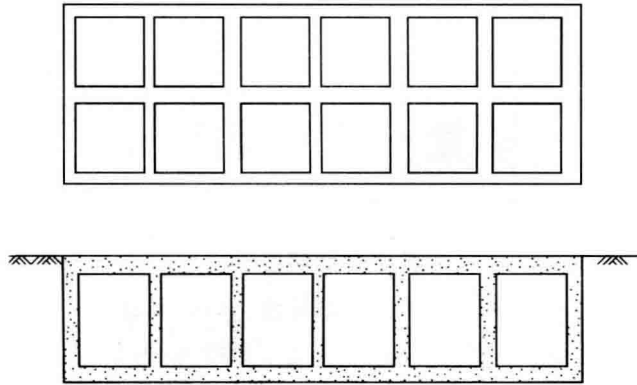

图 1-16 箱形基础图
实例 箱形基础图 (图 1-16)
(1) 高层建筑由于建筑功能与结构受力等要求, 可以采用箱形基础。
(2) 箱形基础是由钢筋混凝土底板、顶板和足够数量的纵横交错的内外墙组成的空间结构, 图 1-16 所示, 如一块巨大的空心厚板, 使箱形基础具有比筏板基础大得多的空间刚度, 用于抵抗地基或荷载分布不均匀引起的差异沉降, 以及避免上部结构产生过大的次应力。